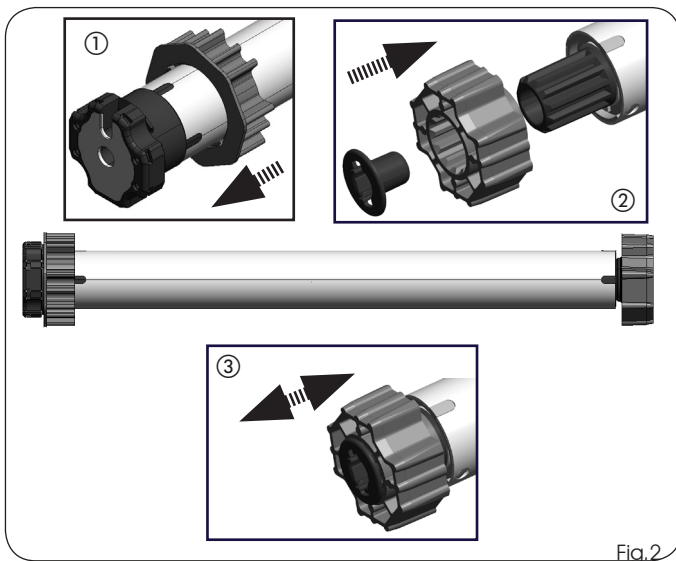

Fig.2
- 1) Introduzca el adaptador de corona (Fig.2 ref. ①) en el motor tubular, hasta que esté completamente introducido en la guía presente en la tuerca de final de carrera.
- 2) Introduzca el adaptador de rueda (Fig.2 ref. ②) en el eje del motor.
- 3) Sujete el adaptador con el bloqueo suministrado. (Fig.2 ref. ③)
- 4) Compruebe que el adaptador esté bien fijado (Fig.2 ref. ③)